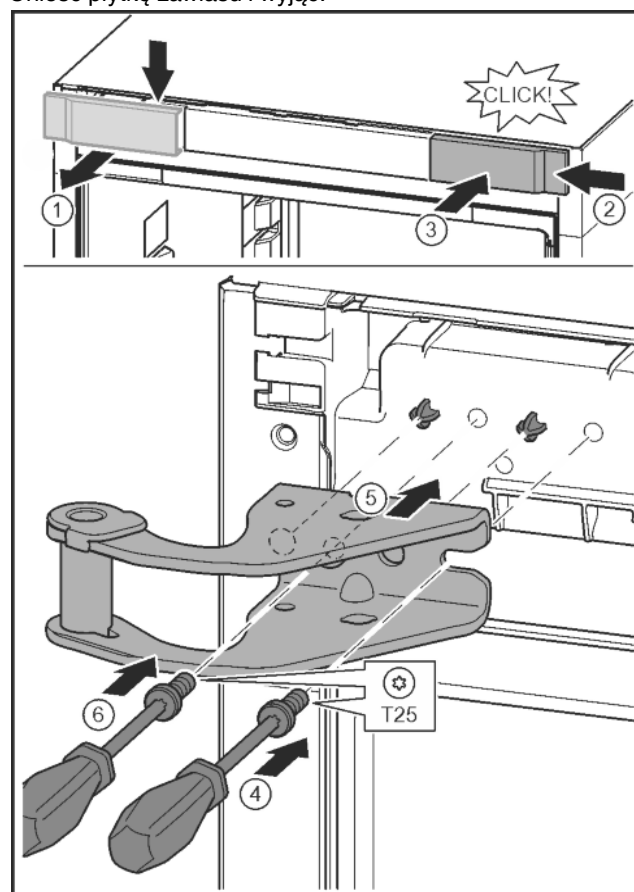

Fig. 11
- ▶ Poluzować osłonę i zdjąć w bok. Fig. 11 (1)
- ▶ Osłonę obrócić o 180° i założyć z drugiej strony od prawej. Fig. 11 (2)
- ▶ Zazębić osłonę. Fig. 11 (3)
- ▶ Śrubę założyć przy pomocy śrubokręta T25. Fig. 11 (4)
- ▶ Założyć górną płytkę zawiasu. Fig. 11 (5)
- ▶ Dokręcić śrubę. Fig. 11 (4)
- ▶ Śrubę założyć przy pomocy śrubokręta T25 i mocno dokręcić. Fig. 11 (6)